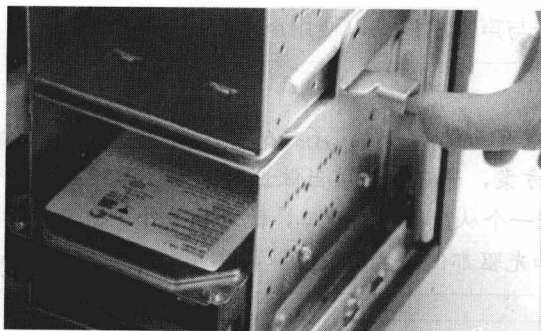

图 1-10 安装硬盘
(8) 安装硬盘
① 检查硬盘主从配置。如果只有一个硬盘,应将“主从配置”端口中的“短接端子”安放到“master(MA)”位置,使其作为主设备工作(出厂设置一般为“主设备”);如果有两个硬盘,则一个作为主设备工作,另一个作为从设备工作。硬盘的主从设置针脚比光驱稍复杂,应参照硬盘上的标识和说明书设置。
② 将硬盘金属盖面向上,由机箱内部推入硬盘安放机仓(一般在软驱下面),使其尽量靠前,但又与机箱前面板间保持一点距离。
③ 左右各用两颗螺钉将它固定在机仓内。如有可能,最好与软驱间隔一个仓位,以利散热,如图 1-10 所示。
④ 将主板附送的 80 线 IDE 扁平电缆的蓝色插头插入主板蓝色的 IDE1 插座。将尾端(黑色)插入硬盘 40 线端口。